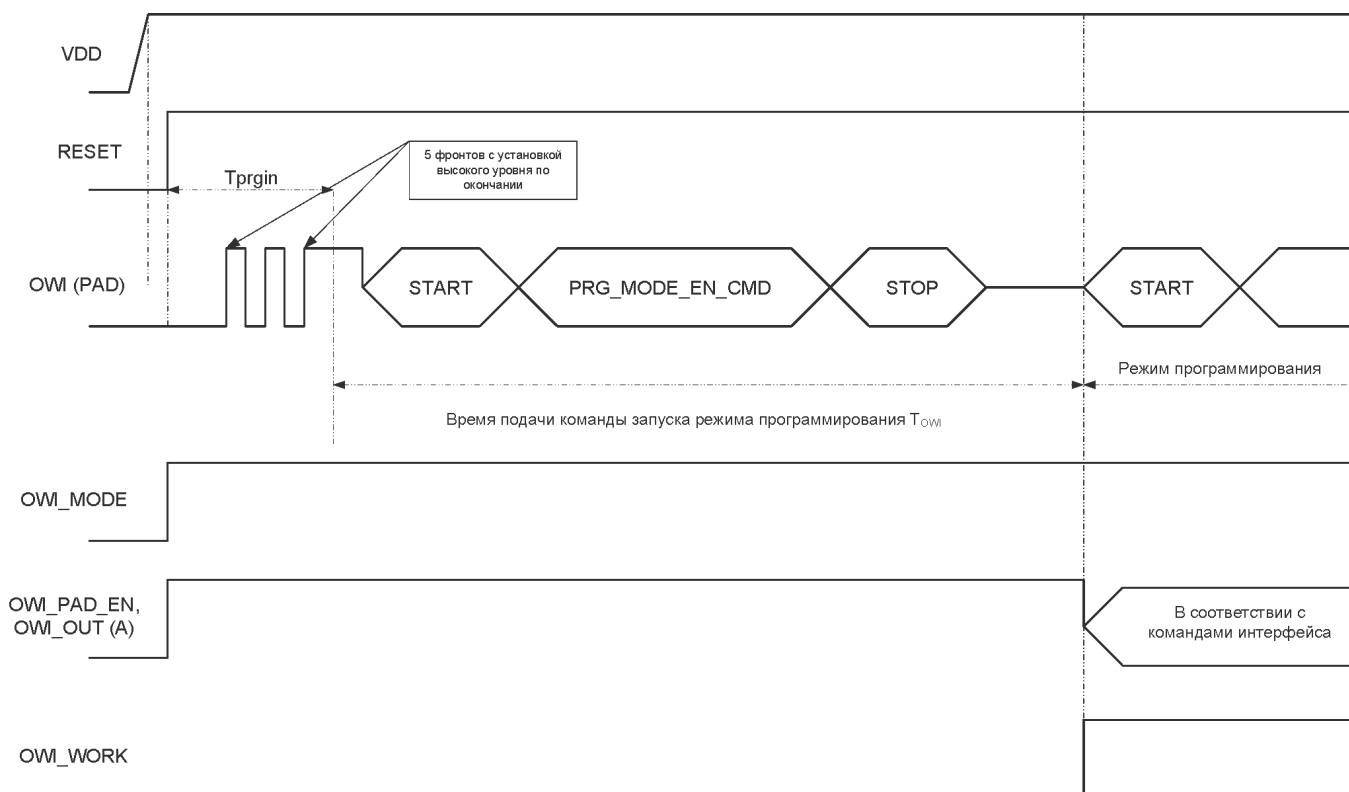

Рисунок 9.1 - Активация режима программирования посредством интерфейса OVI
2) После детектирования короткой посылки микросхема, не меняя управляющих сигналов в течении времени T_{OWI} ожидает команду запуска интерфейса программирования PRG_MODE_EN_CMD = F8A49B (рисунок 9.1). После получения данной команды сбрасывается сигнал EN_DAC полностью освобождая линию для работы интерфейса OWI. Производится обмен данными согласно протоколу OWI.